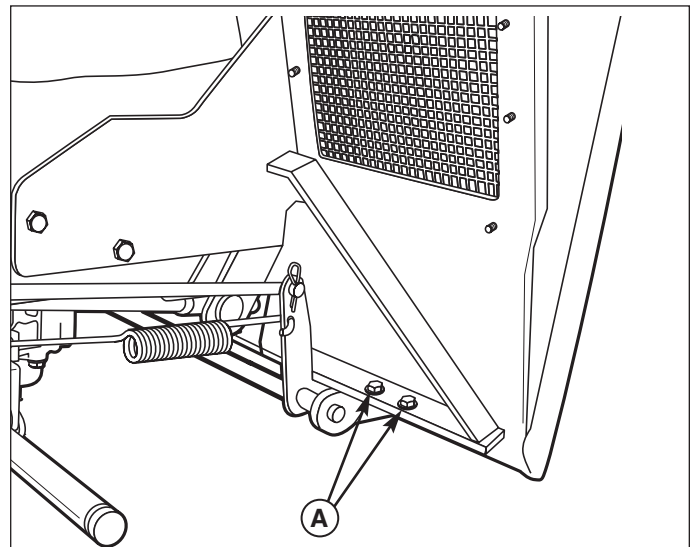

Figure 27. Puits de roue arrière gauche
1. Repérer les écrous de réglage (A, Figure 27) en dessous de l'avant des boulons de montage de la transmission (des deux côtés).
Si la trémie ne se verrouille pas lorsque le levier est poussé rapidement vers l'avant, il se peut que vous deviez régler l'intervalle du verrou. Desserrez les vis (A, Figure 27) et réglez la plaque selon les besoins.